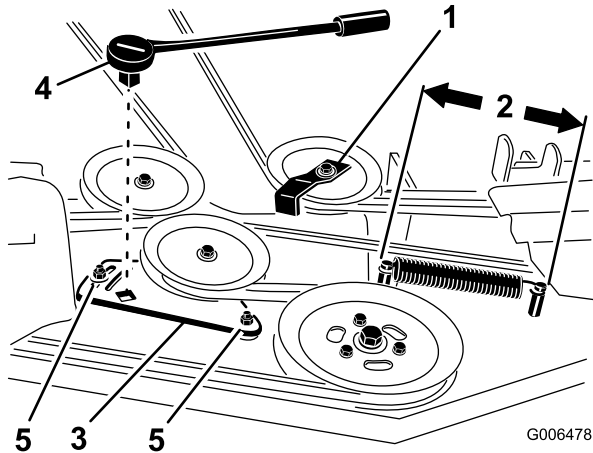

Figura 61
4. Afloje los pernos que sujetan la chapa de la polea tensora (Figura 61).
6. Retire la guía de la correa de la polea tensora tensada con muelle según se muestra en Figura 59 y Figura 61.
9. Instale la guía de la correa en la polea tensora tensada con muelle con un ángulo de 45 grados, como muestra Figura 59 y Figura 61. Apriete el perno a 37–45 Nm (27–33 pies-libra).
10. Instale el muelle tensor en los dos postes (Figura 59 y Figura 61).
4. Mida la longitud del muelle (Figura 61). Si la longitud del muelle es de una distancia de 25,4 a 26,0 cm (10 a 10-1/4 pulgadas) entre los postes, no se necesita ningún ajuste.
5. Afloje los pernos que sujetan la chapa de la polea tensora (Figura 61).
6. Introduzca una llave de carraca en el taladro cuadrado de la chapa de la polea tensora del cortacésped para ajustar la tensión (Figura 61).
7. Gire la llave de carraca para desplazar la chapa de la polea tensora hasta obtener una distancia de 25,4 a 26,0 cm (10 a 10-1/4 pulgadas) entre los postes, según se muestra en Figura 61.
8. Manteniendo la tensión de la correa y la longitud del muelle, apriete los pernos que fijan la chapa de la polea tensora (Figura 61).